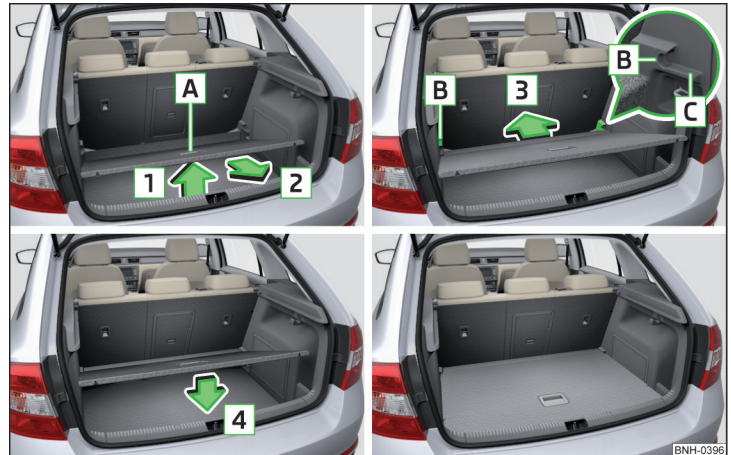

Abb. 100 Variablen Ladeboden in die obere Position einstellen
- » Den variablen Ladeboden am Griff **A** » Abb. 100 fassen.